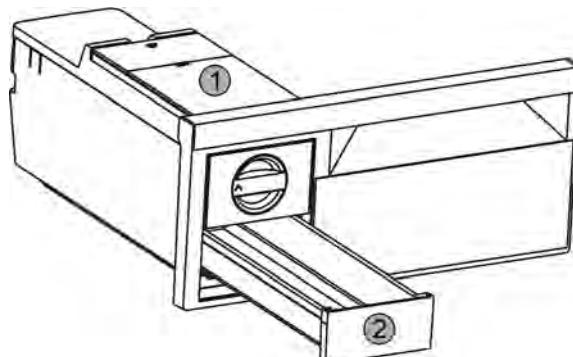

Fig. 29
- Извлечь бак для воды Fig. 29 (1) и выдвижной ящик для производства кубиков льда Fig. 29 (2).